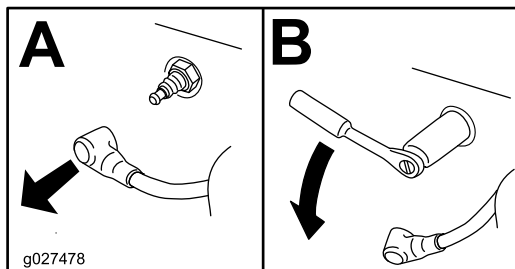

Figura 64
4. Retire la bujía (Figura 64).